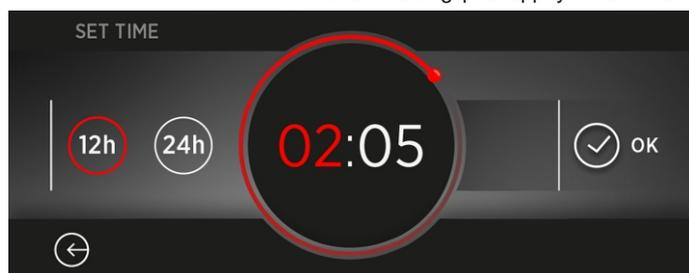

Figure 2
- La première fois, vous devrez suivre le processus d'installation pour pouvoir utiliser le four. Appuyez sur Marche/Arrêt pour continuer. (Figure 2)